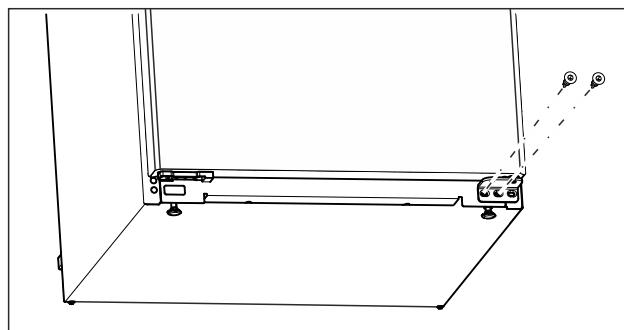

Fig. 15
- ▶ Отвийте централните винтове на долната лагерна стойка с отвертка Torx 20. (виж Fig. 15)